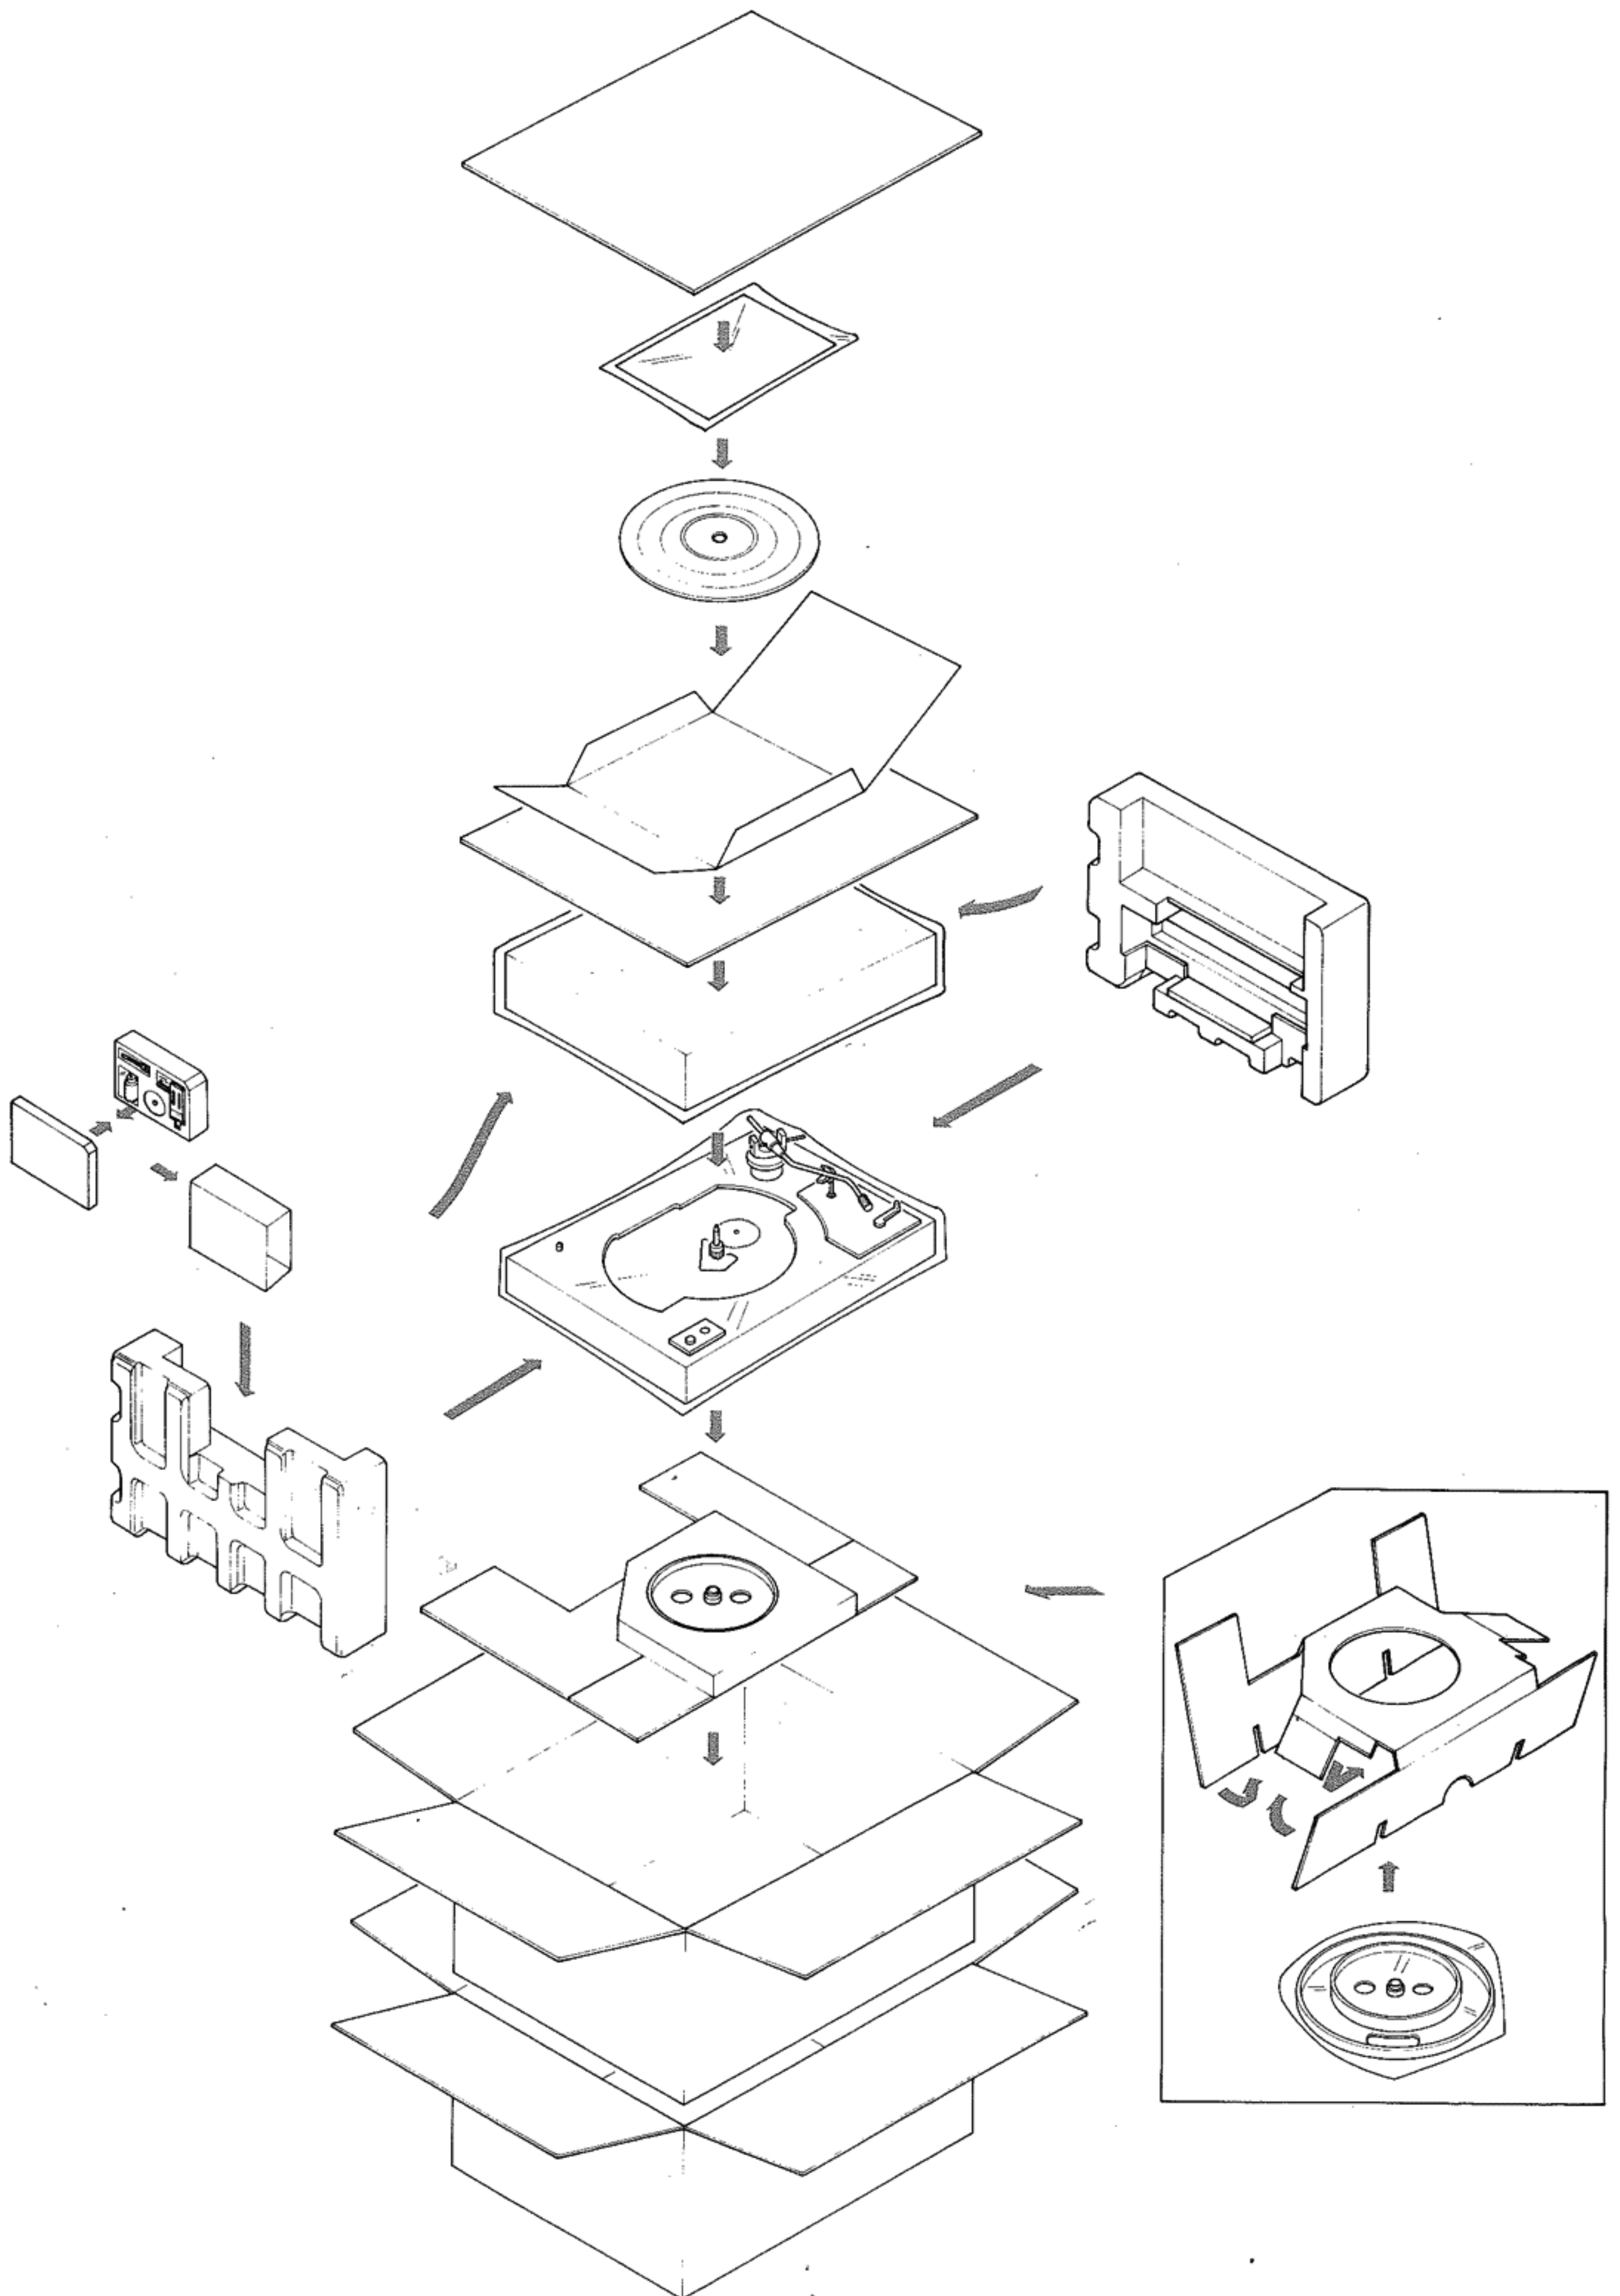

Figure 6. Instructions d'emballage
- b) Emballez l'appareil très soigneusement en utilisant le matériel original comme montré en figure 6. Si votre emballage d'origine est perdu ou endommagé, écrivez à la compagnie, à l'attention du **TECHNICAL SERVICE DEPARTMENT**, pour obtenir un nouvel emballage. Le carton, les espaceurs et les instructions d'emballage vous seront envoyés pour une somme forfaitaire.